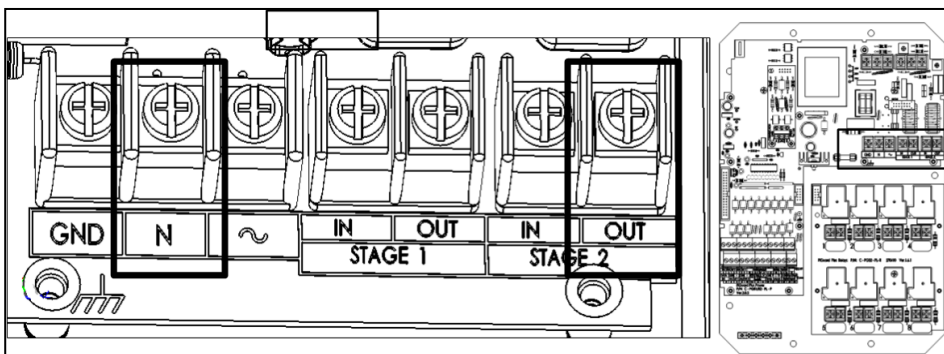

图 5: 可控硅2电源
7. 将表针放在Input N（输入端N）和 OUT输出端（图5是可控硅1，图6是可控硅2），伏特表（或万用表）显示提供给风机的电压。